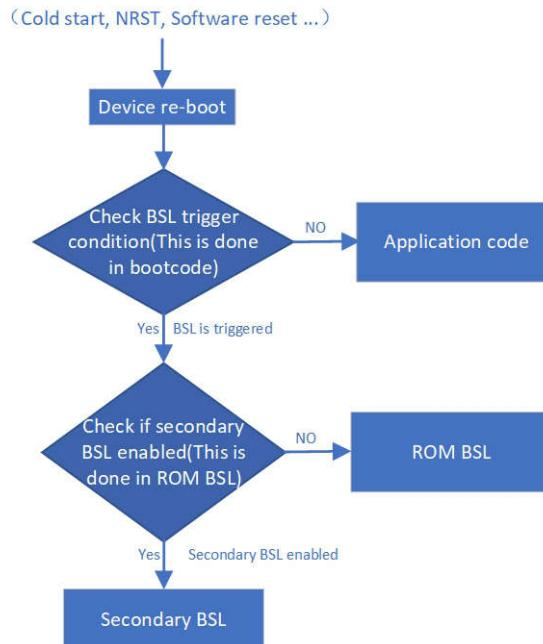

图 1-7. 辅助 BSL 执行流程
- 对于从 0x1000 开始的辅助 BSL，您可以将此项放在闪存中除 0x0 之外的任何位置。因为应用程序代码必须从 0x0 地址开始。在这种情况下，器件上电或复位时，器件会检查引导代码中的 BSL 调用条件，以决定运行应用程序代码还是 BSL 代码。此演示重复使用了基于 ROM 的 BSL 的触发资源。（硬件、软件和空白器件检测，如需更多信息，请参阅 MSPM0 引导加载程序用户指南 的第 3.2 节。）图 1-7 展示了辅助 BSL 演示执行流程。